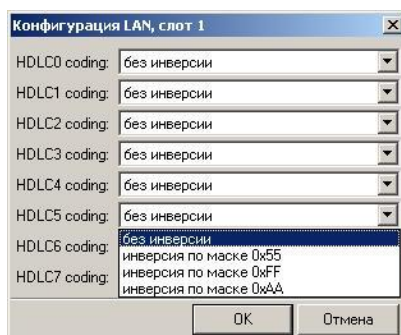

Рисунок 14
- выбрать из контекстного меню пункт «конфигурация платы», после чего появится окно параметров платы LAN (рис.14);